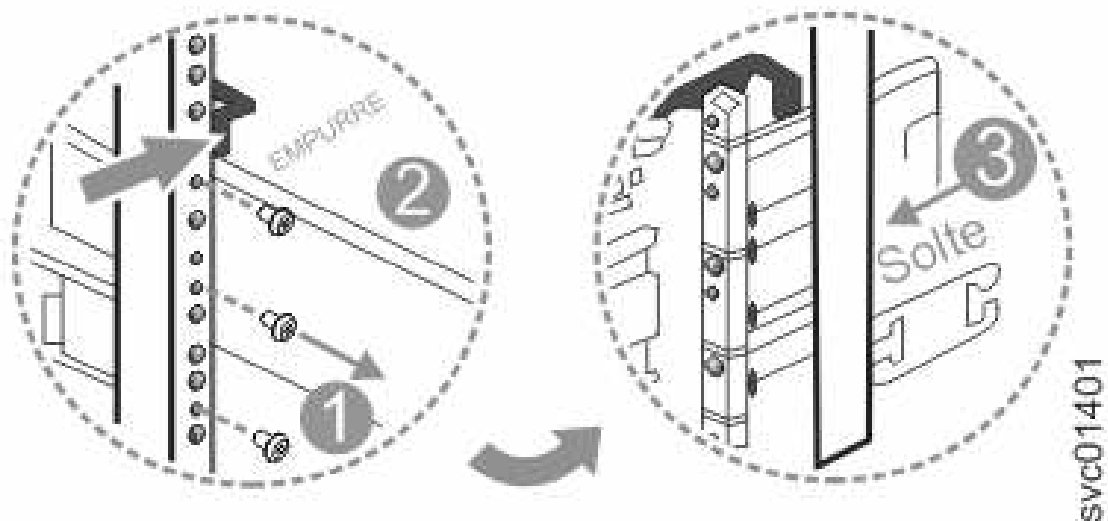

Figura 133. Remova a montagem de trilho do suporte traseiro da estrutura
3. Remova os dois parafusos que prendem a seção interna do trilho no suporte traseiro, conforme mostrado em Figura 133 na página 145.
4. Puxe o trilho para a frente , para longe do suporte traseiro, conforme mostrado em Figura 133.